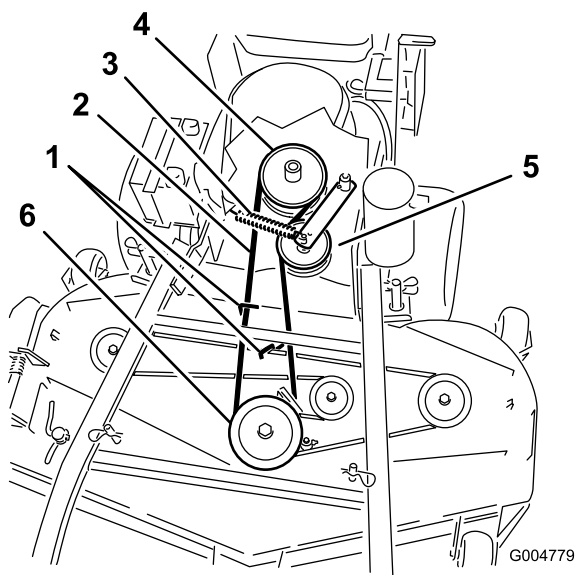
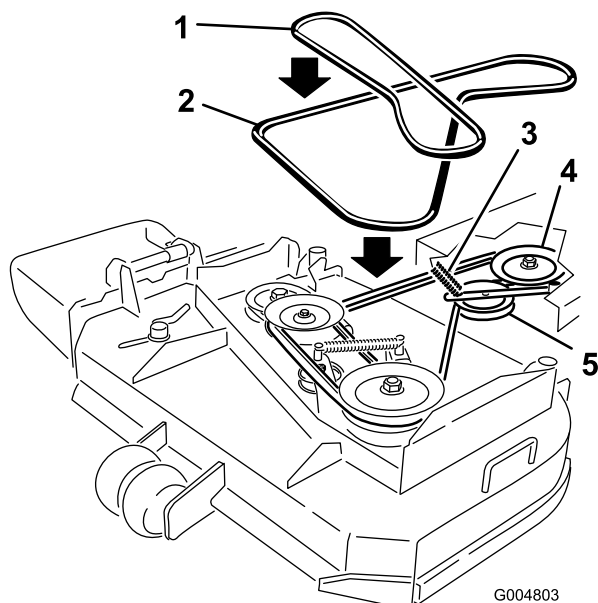

Figura 47
Figura 48
- Retire la correa de la polea central de la plataforma del cortacésped (Figura 47). Consulte Figura 48 para quitar la correa de la polea izquierda en una plataforma de cortacésped de 36 pulgadas. Extremar las precauciones al retirar la correa ya que la tensión aumentará debido a que la polea tensora está tensada con muelle.
- Retire la correa de la polea del motor y la polea tensora tensada con muelle (Figura 47). Consulte Figura 48 para retirar la correa de las poleas de una plataforma de cortacésped de 36 pulgadas.
- Instale la nueva correa en la polea del motor y la polea tensora tensada con muelle (Figura 47).
- Coloque la correa en la polea central de la plataforma del cortacésped (Figura 47). Extremar las precauciones al instalar la correa ya que la tensión aumentará debido a que la polea tensora está tensada con muelle. Consulte Figura 48 para colocar la correa en la polea izquierda en una plataforma de cortacésped de 36 pulgadas.
- Ajuste la guía 3 mm (1/8 pulg.) desde la correa en las plataformas de cortacésped de 40, 48 y 52 pulgadas (Figura 47).